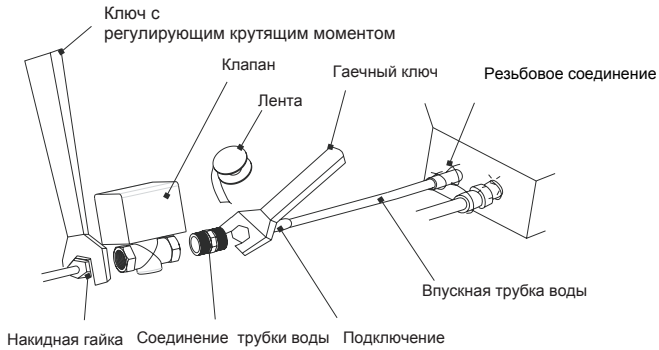

Рис.12
(1) Подключение клапана с приводом должно быть выполнено как показано на Рис.12: сначала соедините один конец трубного соединения с патрубком подачи воды на блоке, а к другому подсоедините клапан с электроприводом, затем, на конец клапана с электроприводом закрутите конусную гайку. Во время установки, используйте гаечный ключ и ключ с регулирующим крутящим моментом; крутящий момент должен быть в пределах 90 н/м2. Убедитесь в безопасном соединении.
(2) Трубное соединение и клапан имеют резьбу 3/4". До соединения рекомендуется обернуть резьбу тефлоновой лентой для лучшего уплотнительного эффекта.
(3) После надежного соединения труб, клапана, впускной и выпускной трубки воды, запустите водяной насос наружного блока, чтобы проверить его на наличие утечки.
(4) И, наконец, оберните губкой клапан с электроприводом и трубку для теплоизоляции.